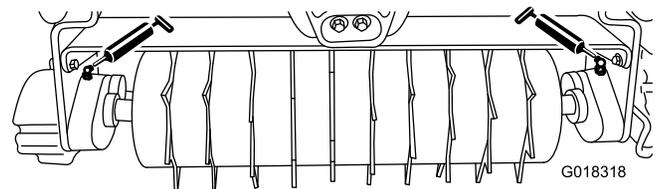

図 5
各スパイカユニットにはグリスフィッティングが2つあります（図 5）から、15 運転時間ごとに #2 リチウム系汎用グリスを注入してください。手動式のグリスガンを使用していただくのがベストです。
2. スパイカのシャフトにグリスを注入する；手に圧力を感じるまでポンプ動作を続ける（図 5）。